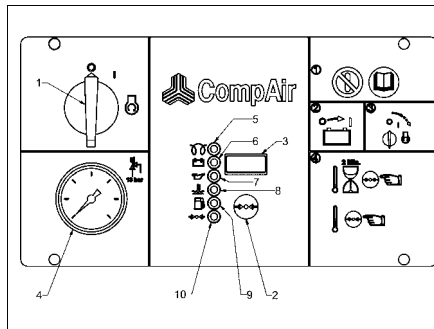

Bild 24
- \* Bei kaltem Motor lassen Sie ihn etwa 2 Minuten warm laufen und drücken dann den Lastauftaster (siehe Bild 24, Pos. 2). Ist der Motor warm, kann der Lastauftaster sofort gedrückt werden.